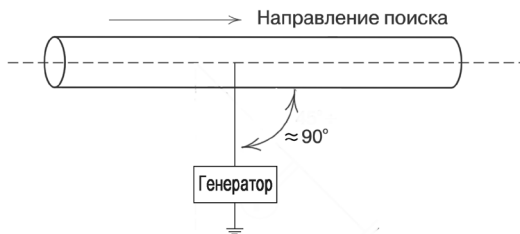

Рис.5
- угол между выходным проводом и направлением поиска в месте подсоединения генератора к кабелю должен составить 90 град рис. 5;